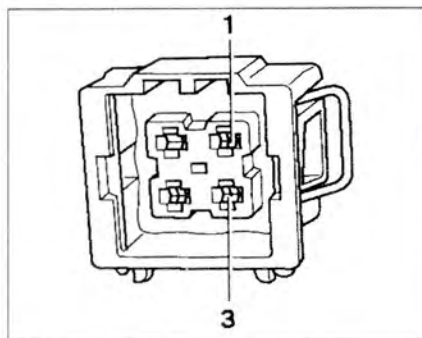

Рис. 3.56. 4-пальчиковый разъем датчика температуры охлаждающей жидкости.
11. В случае достижения заданного значения присоедините тестер V.A.G 1598/18 к жгуту проводов блока управления двигателем. Проверьте провода между тестером и 4-пальчиковым разъемом на прерывание цепи: контакт 3 + гнездо 33, контакт 1 + гнездо 14 (рис. 3.56). **Заданное значение:** макс. 1.5 Ом.
14. В случае достижения заданного значения присоедините тестер V.A.G 1598/31 к жгуту проводов блока управления двигателем. Проверьте провода между тестером и 4-пальчиковым разъемом на прерывание цепи: контакт 3 + гнездо 104, контакт 1 + гнездо 112 (рис. 3.56). **Заданное значение:** макс. 1.5 Ом.